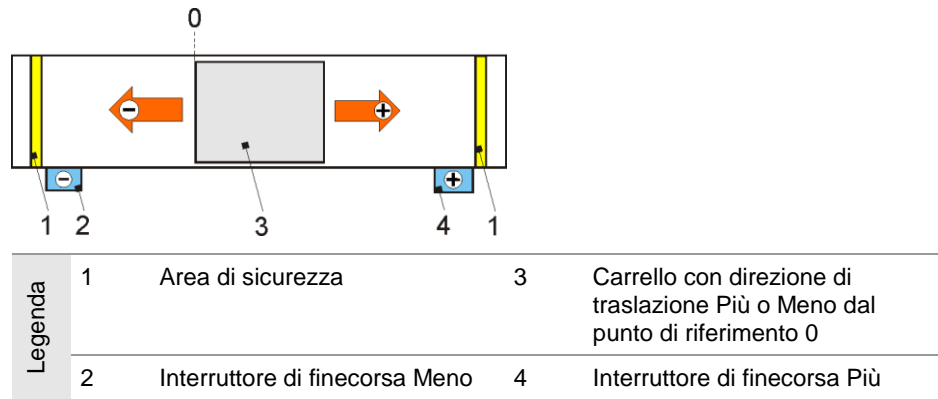

Figura 6: Esempio direzione di traslazione e circuiti degli interruttori di finecorsa
2. Controllare il senso di rotazione del motore. Il senso di rotazione deve tener conto degli interruttori di finecorsa di sicurezza (Figura 6). All'occorrenza modificare il senso di rotazione del motore.